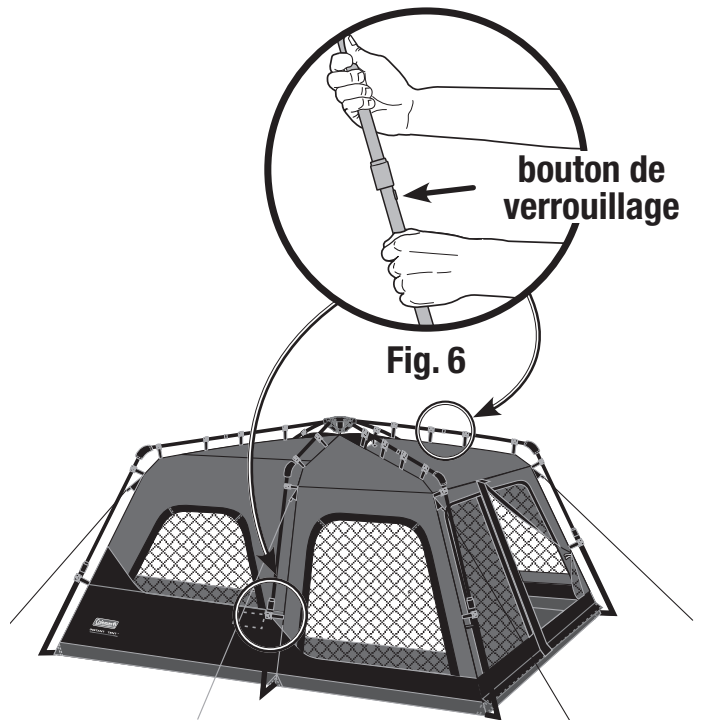

Fig. 5
- Allongez complètement les quatre arceaux télescopiques du toit. (Fig. 5 et 6)
- De la même façon, allongez les arceaux télescopiques des côtés. La tente s'élèvera à mesure que les arceaux sont déployés. (Fig. 5 et 6)
- Allongez tous les mâts télescopiques des montants jusqu'à ce qu'ils se bloquent avec un bruit sec. (Fig. 5 et 6)